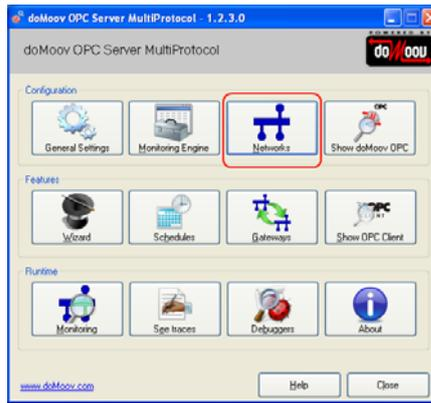

Рис.1 – Модуль Configure OPC server
1. Создадим новую конфигурацию DoMooV OPC сервера для Modbus RTU в модуле Configure OPC server (Рис.1).